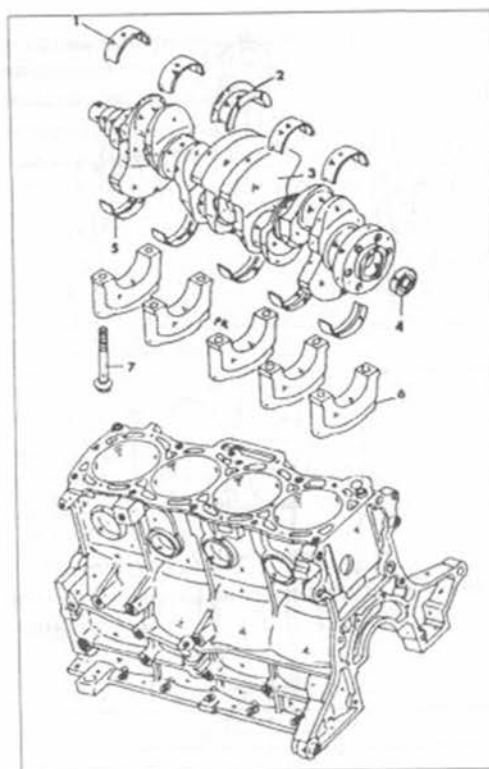

Рис.100.
Пользуясь рис. 100:
- Глухие отверстия осушить и вложить вкладыши с пазами для смазки и направляющим выступом в канавку глухих отверстий. Вкладыши хорошо смазать и проследить за тем, чтобы масло не попало на заднюю часть. Вкладыши с фланцами бензинового двигателя установить на средний подшипник, как показано на рис. 100. На рисунке видно положение канавки. У дизельного двигателя установить регулировочные шайбы на средний подшипник. Выступы нижних полудисков входят в канавки. Стенки полудисков с канавками для смазки с обеих сторон выходят наружу. Все время нужно следить, чтобы вкладыши подшипников направляющими точно входили в канавки.